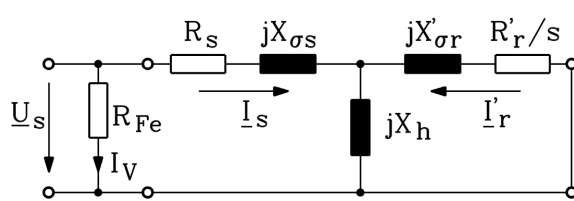

Bild 2.5-2: Ersatzschaltbild für eine Phase einer Asynchronmaschine:
2.5-1). Diese näherungsweise Berücksichtigung der Ummagnetisierungs - und Reibungsverluste kann mit dem Ersatzschaltbild in Bild 2.5-2 B verstanden werden: